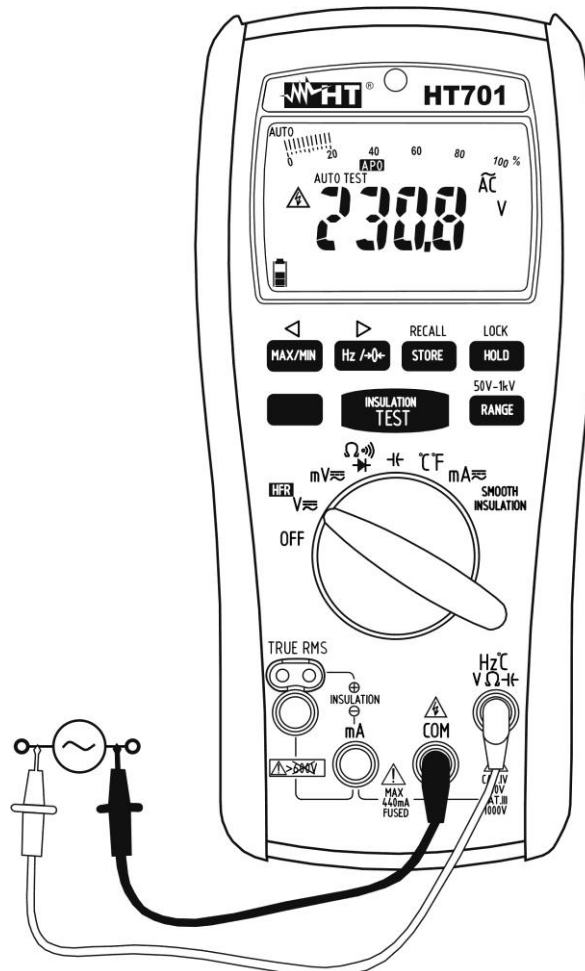

Abb. 3: Verwendung des Gerätes für Wechselspannungsmessung
4. Verbinden Sie die rote Messleitung mit der **Hz[°]CVΩHz** Eingangsbuchse, und die schwarze Messleitung mit der **COM** Eingangsbuchse (siehe Abb. 3)